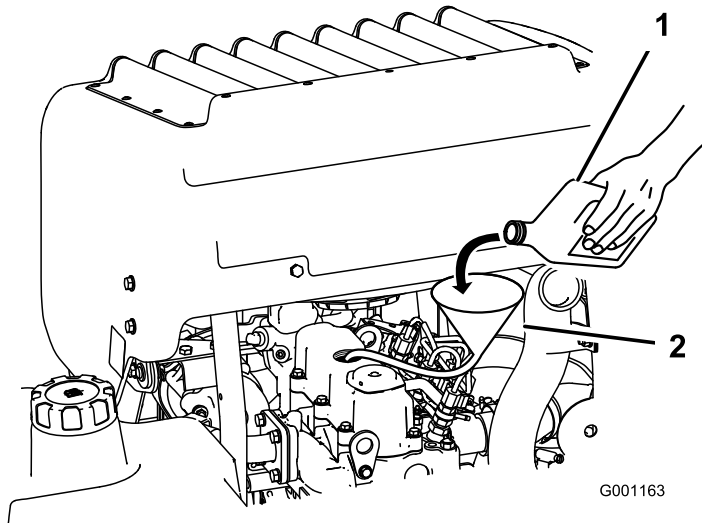

Bild 64
3. Füllen Sie Öl mit einem Schlauch und Trichter in den Motor (Bild 64).